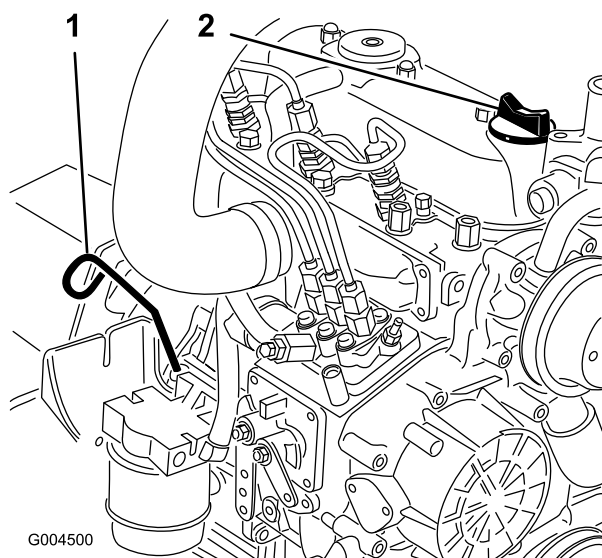

Figura 43
2. Togliete l'asta di livello (Figura 43), tergetela e reinseritela. Rimuovete l'asta e controllate il livello dell'olio.
3. Se il livello dell'olio non raggiunge il segno di pieno, togliete il tappo di riempimento (Figura 43) e rabboccate con olio fino a portarlo al segno Full sull'asta di livello.